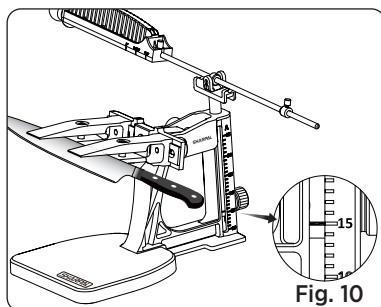

Fig. 10
4. Gire el botón de bloqueo de ángulo para mover la barra de soporte hacia arriba o hacia abajo hasta que la línea roja se alinee con el ángulo deseado en la escala (Ver Fig. 10). Luego, apriete firmemente el botón de bloqueo de ángulo.